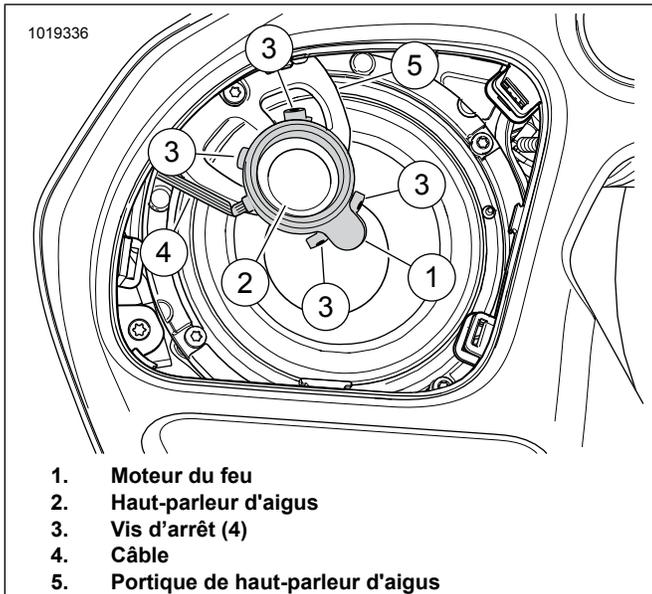

Figure 6. Haut-parleur de carénage gauche FLTR
Voir la figure 6. Placer le moteur du feu (1) sur le haut-parleur d'aigus (2) comme illustré. Appuyer doucement sur le moteur du feu pour le mettre en place.